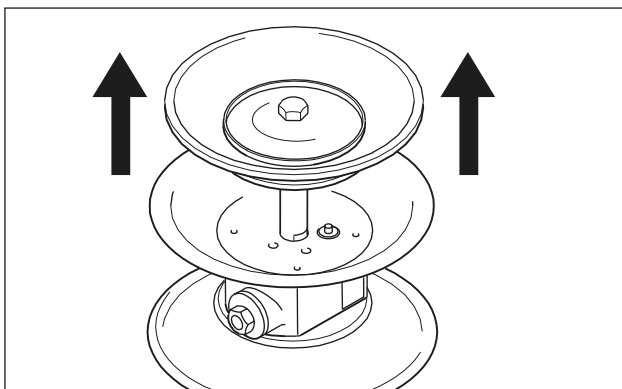

Fig. 12 Retirer la tige de piston.
- Retirer la tige de piston avec la deuxième membrane du bloc central et démonter la deuxième membrane comme décrit ci-avant (Fig. 12).